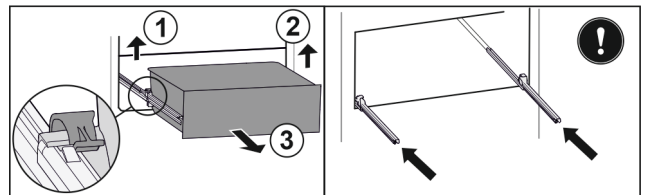

Fig. 137
- ▶ Sollevare il morsetto sinistro e allo stesso tempo tirare in avanti il cassetto sinistro. Fig. 137 (1)
- ▶ Sollevare il morsetto destro e allo stesso tempo tirare in avanti il cassetto destro. Fig. 137 (2)
- ▶ Rimuovere il cassetto tirandolo in avanti. Fig. 137 (3)